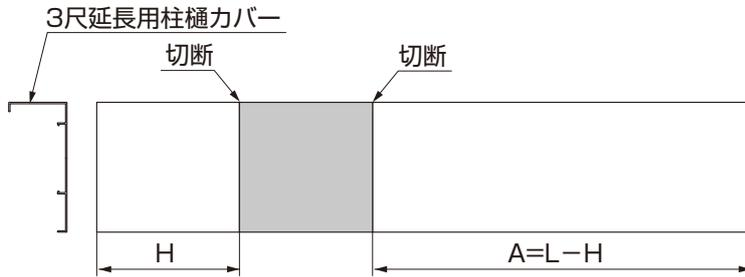

図13-1
- ① 柱樋カバー (柱上部用) を3尺延長用柱にはめ込んでください。
- ② 柱樋カバー (柱上部用) の穴をガイドにして桁にφ3.5の穴をあけてください。
- ③ 柱樋カバー (柱上部用) を桁に【11-2】で取付けてください。
- ④ 3尺延長用柱樋カバーを図13-1、表13-1を参照して加工してください。
- ⑤ 3尺延長用柱樋カバーを3尺延長柱にはめ込んでください。